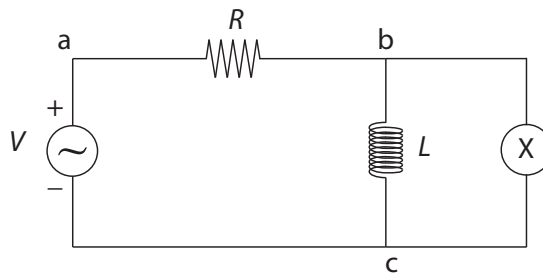

Figura 3.5: Circuito RL.
- o) Arme el circuito de la figura 3.5 con $R = 1\text{ k}\Omega$, $L = 22\text{ mH}$, el senoide en el círculo representa al generador de señales con una señal cuadrada de 1 kHz y 2 V peak to peak. Introduzca en el canal 1 del osciloscopio la señal del generador de señales y en el canal 2 la sonda de voltaje conectada en el punto “b” del circuito.